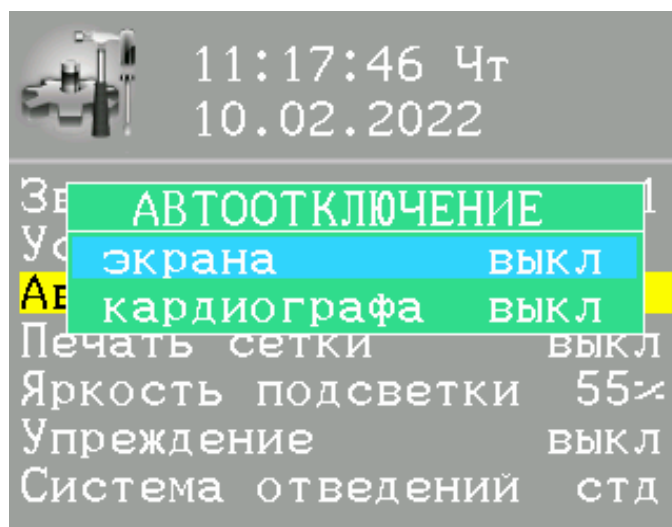

Рисунок 2.3 – Изображение подменю установок времени автоотключения
- **АВТООТКЛЮЧЕНИЕ**. Нажать кнопку **"ПУСК"**. На дисплее появится под- меню для установки времени отключения подсветки экрана дисплея или всего электрокардиографа (см. рисунок 2.3). Кнопкой **"▲"** или **"▼"** выбрать строку устанавливаемого времени. Кнопками **"▶"** и **"◀"** установить время автоотключения.